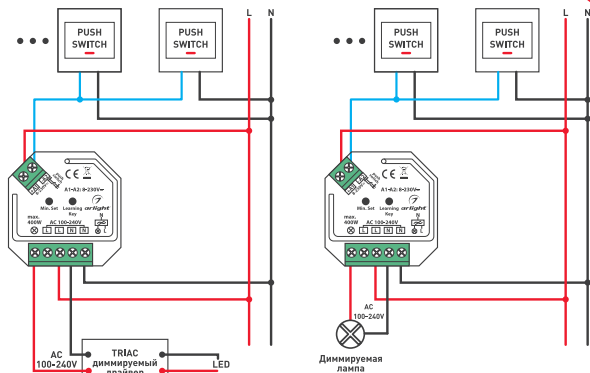

Рис. 2. Схемы подключения.
- 3.2. Выполните подключение обесточенных проводов согласно схеме Рис. 2. Соблюдайте расположение проводов: L-фаза, N-ноль.